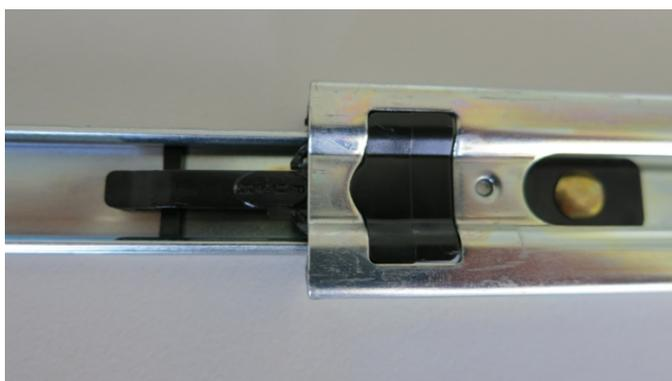

Figure 71 - Séparation des glissières des rails
2. Séparer l’assemblage de rails sur glissière en appuyant sur les clips en plastique noir sur les rails pour sortir la partie interne du rail (voir Figure 71).